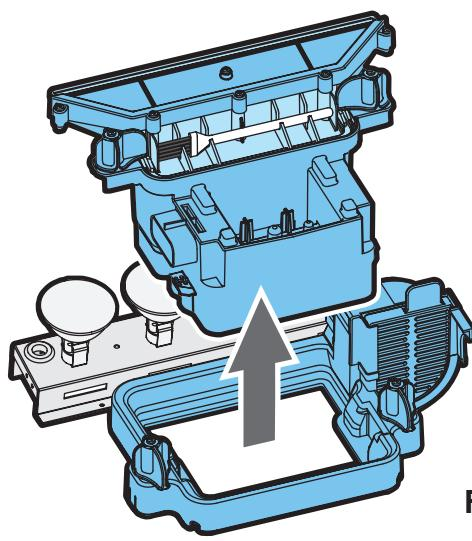

Fig.10
6. Levante suavemente el conjunto del sumidero, teniendo cuidado de mantenerlo plano para no derramar agua. Deje el conjunto en el fregadero. (Vea la Fig. 10)